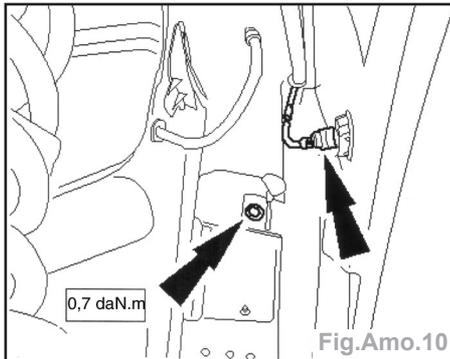

Fig.Amo.10
- la vis (flèche) et le connecteur (Fig.Amo.10),